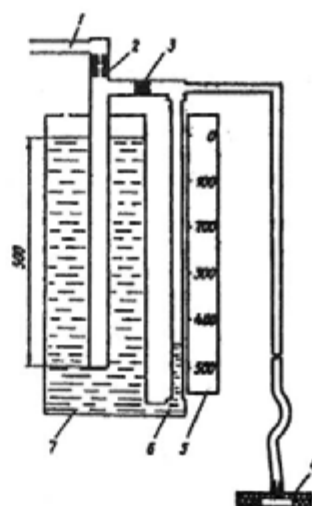

Рис. 32. Принципиальная схема пневматического приспособления для проверки герметичности клапанов:
- с помощью пневматического приспособления низкого давления, принципиальная схема которого изображена на рис. 32.
- подайте сжатый воздух (от компрессора, баллона или от воздушной сети) по шлангу (см. рис. 32) в цилиндр 7 приспособления до получения давления в 500 мм водяного столба по шкале манометрической трубки 6;